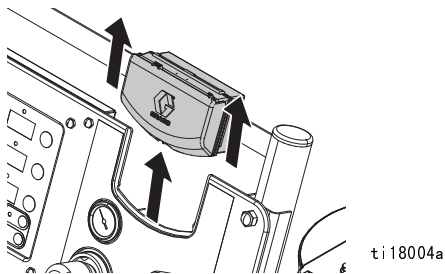

图 17. 取下 DataTrak
3. 从支架上取下 DataTrak 模块。请参见图 17。将模块和连接的电缆放至非危险场所。